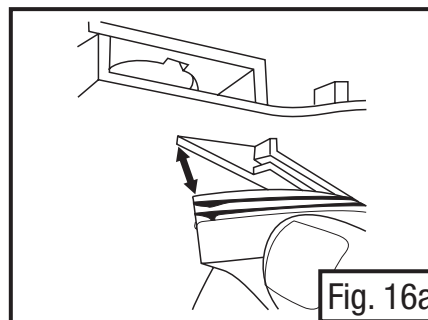

Fig. 16a
- Pour installer le joint frontal, saisir le joint d'étanchéité noir et l'aligner avec la pièce faciale, comme l'indique la Fig. 16a.